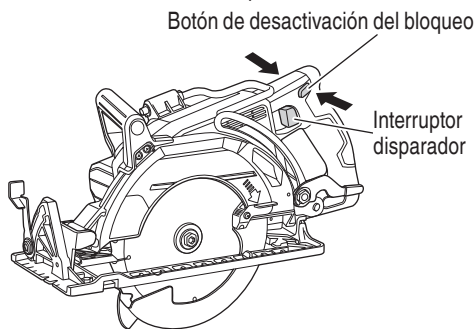

Fig. 25
3. Operación del interruptor (Fig. 25)